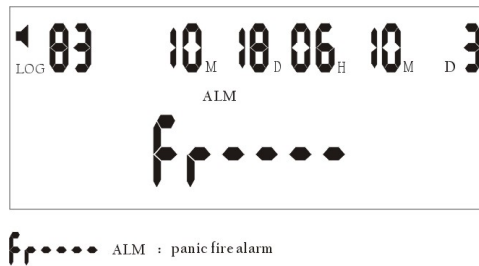

Fig.15: L'LCD mostra quando c'è un allarme antincendio
A. Incendio: premere il tasto FIRE (fuoco) per 2 secondi sia in modalità allarmata che disallarmata. Il pannello genera un allarme ed invia un segnale di allarme al C.S. (vd. Fig.15)